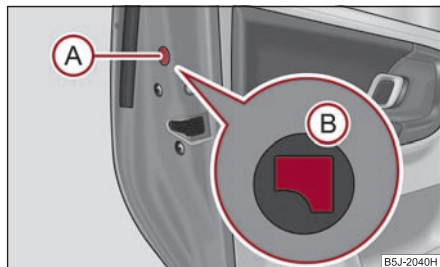

Fig. 38 Verrouillage de secours de la portière
- Déposez le cache (A) ⇒ fig. 38.
- Insérez la clé dans l'ouverture sous le cache et poussez la manette de blocage (B) vers l'intérieur jusqu'à la butée.